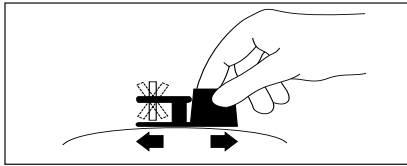

ABBILDUNG 7
- Der Pfeilrichtung auf dem Gerät folgen und die Unterseite des MAGNA-FINDER™ langsam vor- und rückwärts auf der Gewebeoberfläche verschieben (siehe Abbildung 7). Der Magnet des MAGNA-FINDER™ zeigt die Position der Injektionsstelle auf einer Ebene an.